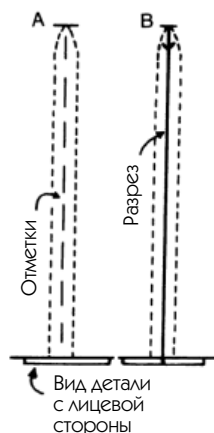

Рис. 421
1. На изнаночной стороне изделия пометьте линию разреза (длинные пунктирные линии на рис. 421 А) с помощью мела, карандаша или стежков.
3. Уложите полосу лицом к лицу по обе стороны от линии разреза и выполните две строчки с изнаночной стороны, как показано на рис. 421 А, на расстоянии минимум 0,5 см друг от друга.
4. Сделайте разрез между двумя строчками до верхушки, затем еще два маленьких дополнительных надреза (рис. 421 В).